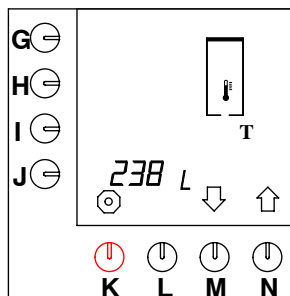

Fig. 49 Contador total del sistema de agua caliente
- Mantenga apretada la tecla de programación (N.)⬆ hasta que en el display aparezca fig. 49 .